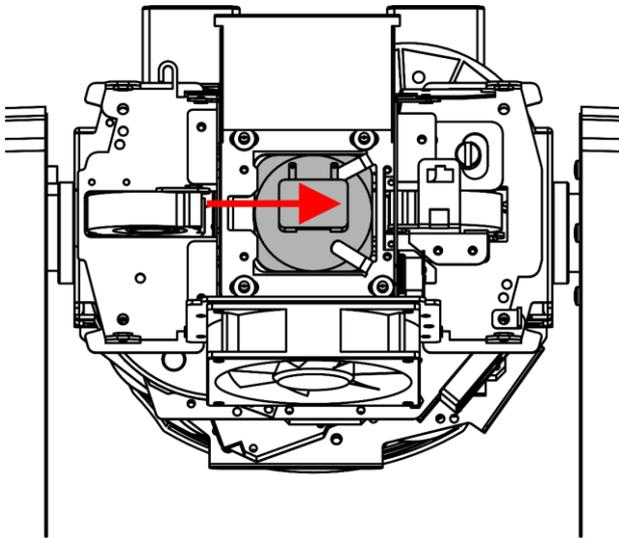

Abb. 21
- 05) Drücken Sie die Lampe vorsichtig nach rechts gegen die zwei Federn auf dieser Seite (Abb. 21).